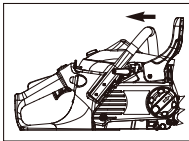

Fig. 3A
2. Accertarsi che la leva del FRENO DELLA CATENA® sia posta all'indietro in posizione di SBLOCCATO (Fig. 3A)